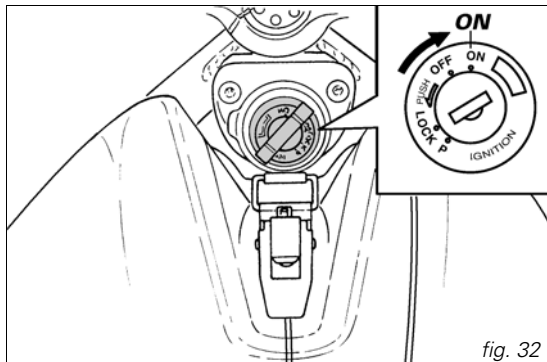

fig. 32
1) Tournez le contacteur d'allumage sur la position **ON** (fig. 32). Vérifiez que le témoin vert **N** et le témoin rouge  sur le tableau de bord soient allumés.